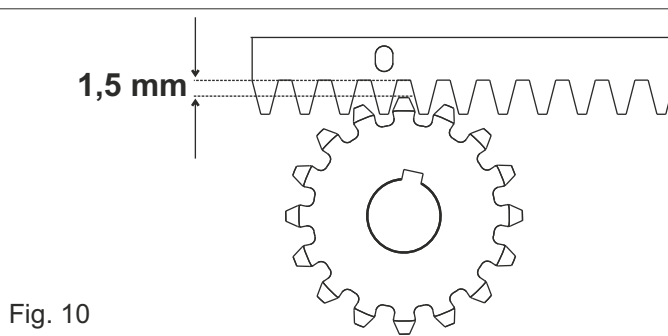

Fig. 10
- 5.6.** Toda la cremallera debe elevarse de 1,5 mm para evitar que el peso de la cancela carga sobre el piñón (Fig. 10). **Atención: mantener un juego mín. 0,5 mm entre el diente del piñón y el diente de la cremallera;**